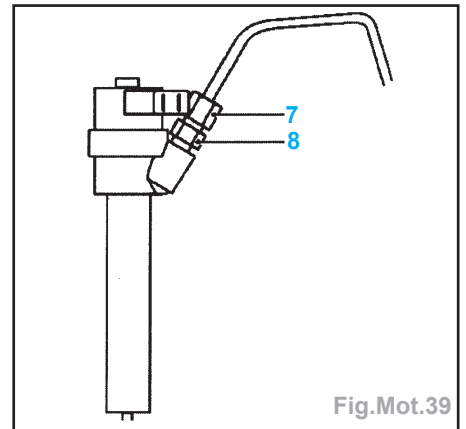

Fig.Mot.39
**Important :** Lors du desserrage des raccords (7) des faisceaux d'injection sur les porte-injecteurs, retenir impérativement les écrous (8) de maintien des filtres avec une contre-clé (Fig.Mot.39).